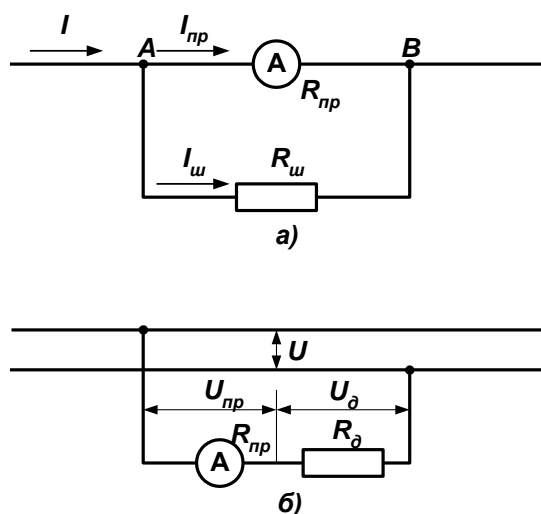

Рис.2.2.
Для амперметра таким элементом служит *шунт* (ответвление) – резистор, включаемый параллельно измерительному механизму, чтобы «избыточный» ток проходил мимо прибора (см. рис. 2.2а).
*сопротивление* (рис. 2.2б), которое подбирается таким образом, чтобы напряжение на приборе не превышало  $U_{\text{макс}}$ , а «избыточное» напряжение, равное  $U_{\text{нов}} - U_{\text{макс}}$ , гасилось добавочным сопротивлением. Поскольку эти напряжения пропорциональны соответствующим сопротивлениям, то обозначив  $U_{\text{нов}} / U_{\text{макс}}$  как  $n$ , получим  $R_{\text{доб}} = R_{\text{пр}} (n - 1)$ .